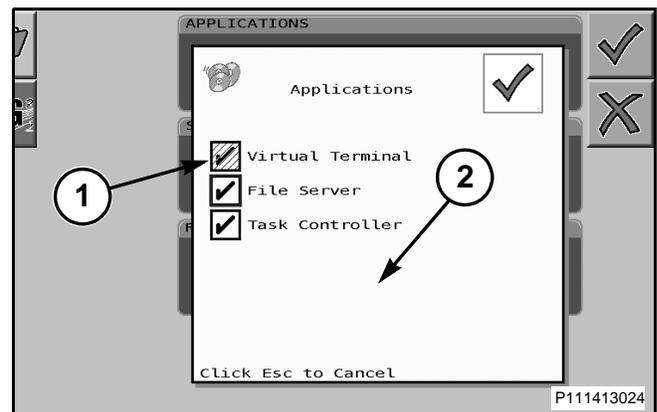

FIG. 93
FIG. 93: Para activar o desactivar funciones adicionales, desplácese para resaltar una selección (1) y a continuación presione el botón de la rueda de selección para activarlas/desactivarlas.